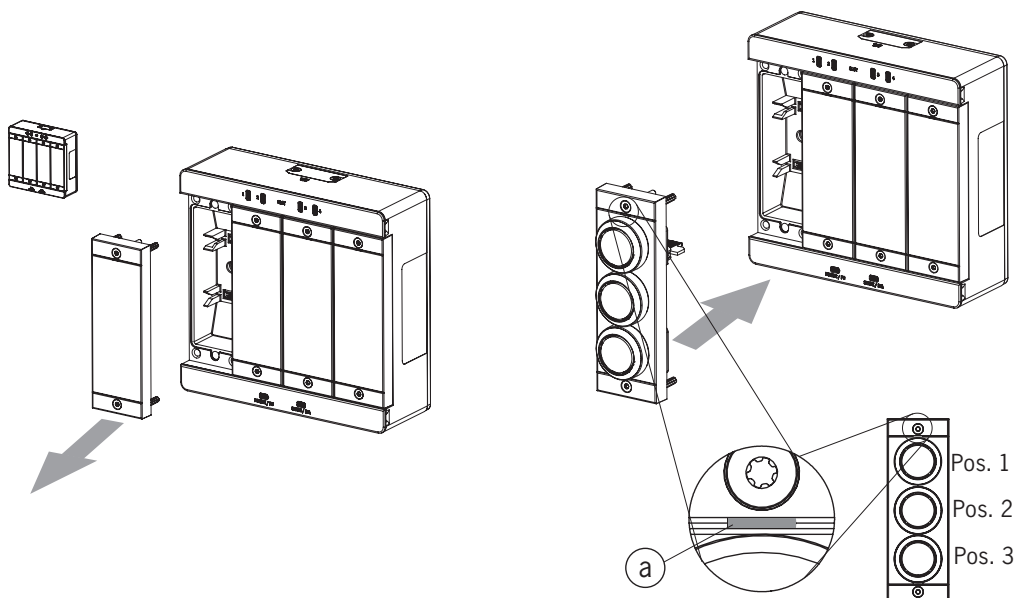

Bild 6: Submodul montieren
- Ausrichtung des Submoduls beachten. Siehe Markierung (a) in *Bild 6: Submodul montieren*. Submodule können auch um 180° gedreht eingebaut werden. Die Markierung (a) gibt immer die erste Bestückungsposition an. Im Beispiel unten also die Position des Drucktasters S1.